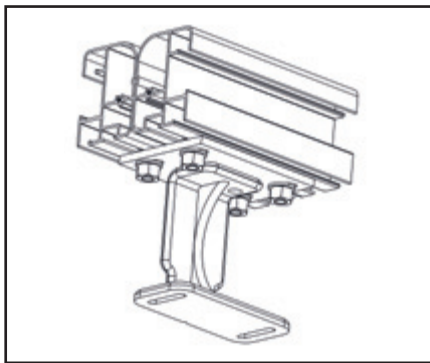

Fig. 13
1. Typ nr.: siehe Abb. 13 Seite 9
3. Maße: siehe Abb. 13 Seite 9